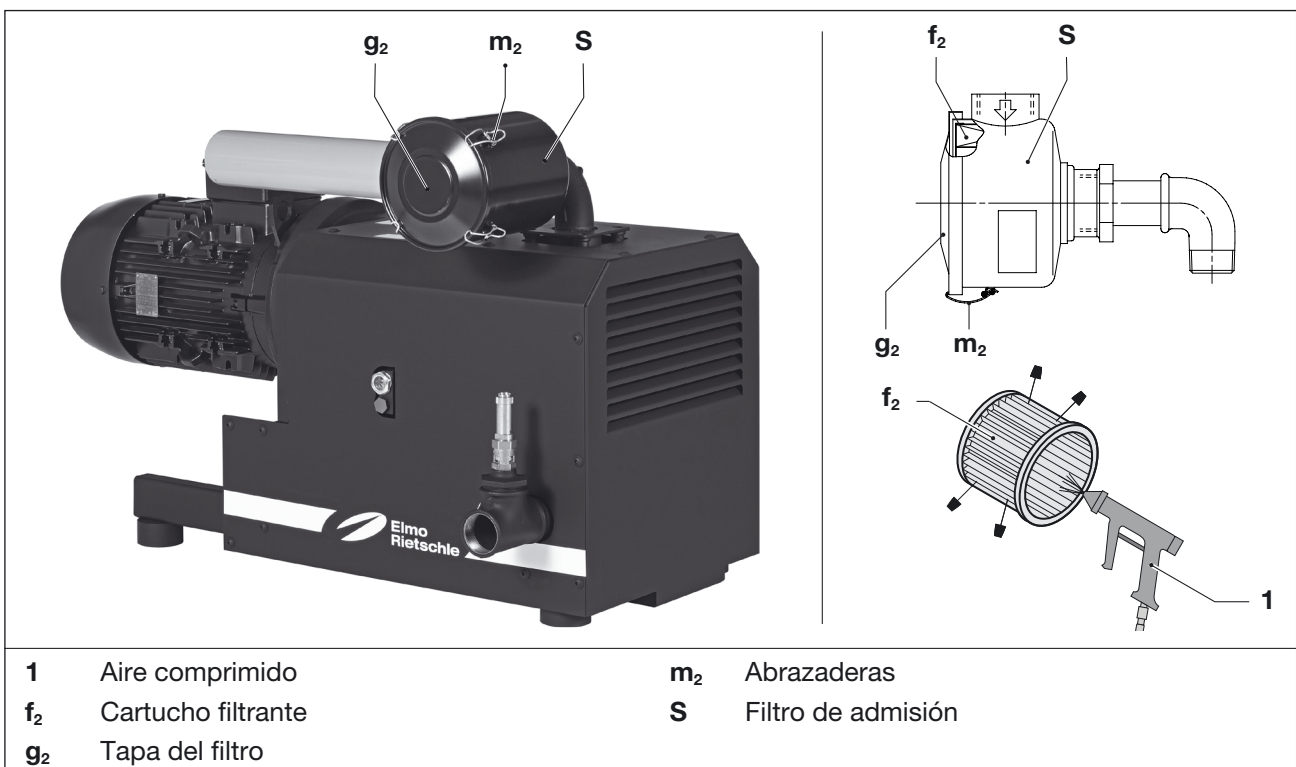

Fig. 8 Filtro de admisión
- Aflojar las abrazaderas (Fig. 8/m2) de la tapa del filtro (Fig. 8/g2).
- Retirar el cartucho filtrante (Fig. 8/f2) del filtro y limpiar o sustituir.
- Volver a introducir el cartucho filtrante en el filtro y fijar la tapa del filtro (Fig. 8/g2) con las abrazaderas (Fig. 8/m2).